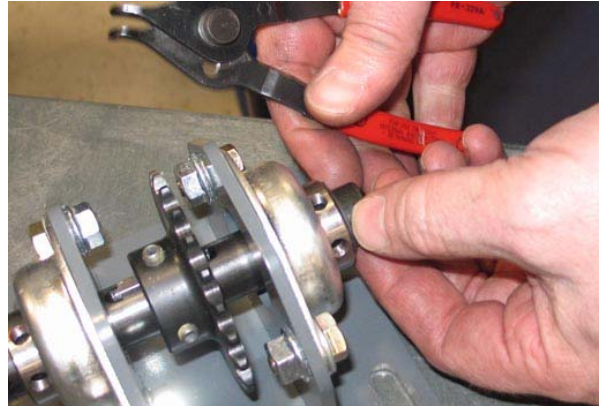

ABB. 42
4. Setzen Sie den Sicherungsring (4) auf das Ende des Lenkschafts (1). (Abb. 42)